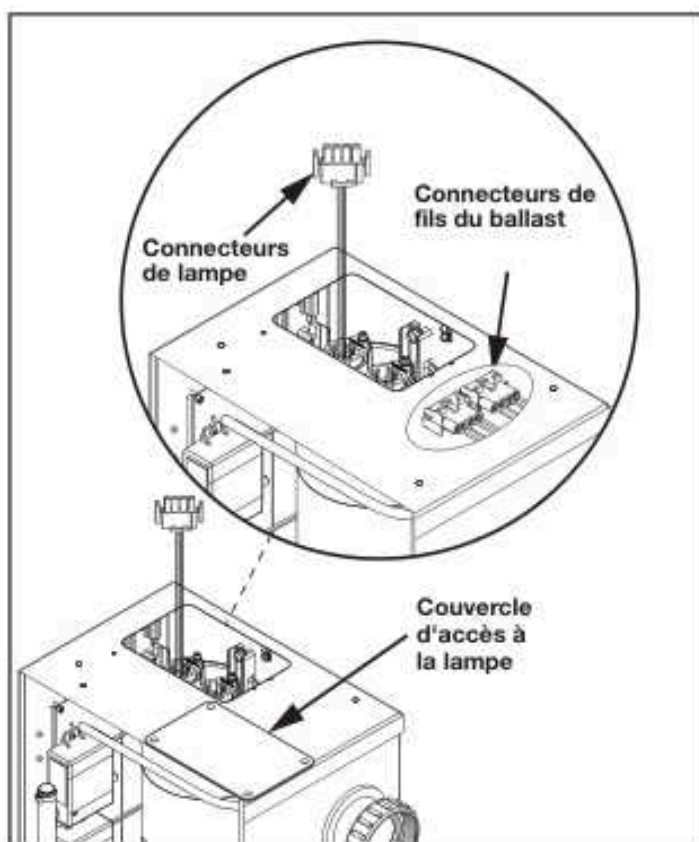

Figure 10. Accès à la lampe du réacteur UV du système JAOPX500
10. Rebrancher tous les câbles reliant le système Jandy AOP au ballast. Voir la Figure 10.